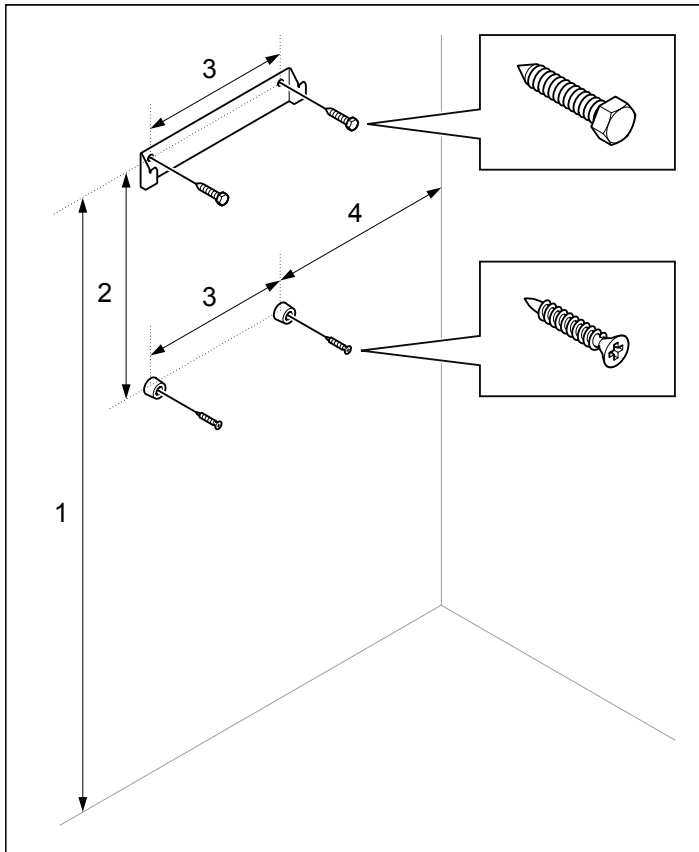

Abbildung 10: Halterung mit Schrauben und Abstandhaltern
8. Befestigen Sie die Halterung und die Abstandhalter an der Wand und beachten Sie dabei die Maßangaben (siehe Abbildung 10).